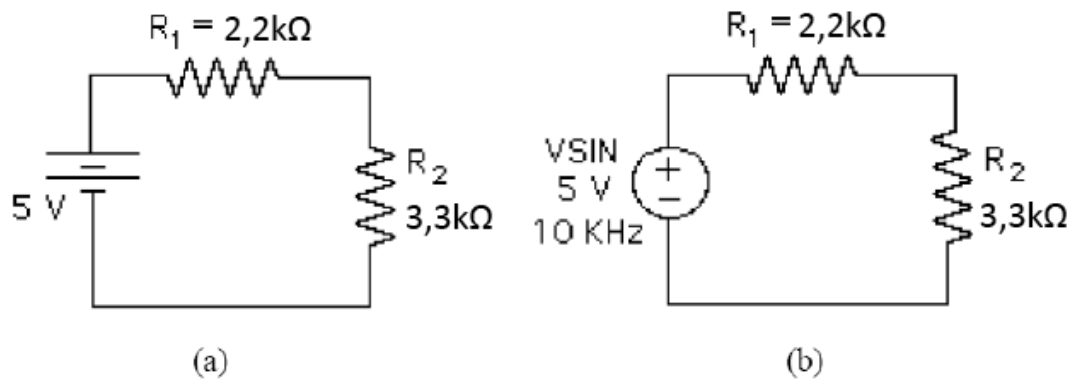

Figura 1.- Circuitos con dos resistencias
- 5.- Sobre una **hoja nueva**, identifique las **herramientas para seleccionar componentes** (menú de dispositivos) y coloque en la hoja una fuente DC y dos resistencias, utilizando los botones correspondientes. **Rote los componentes** con “Ctrl-R” para ubicarlos en la posición deseada, según se muestra en la figura 1.
- 6.- Utilizando el **lápiz para dibujar cables**, complete el primer circuito con una fuente DC y dos resistencias de la figura 1(a) (**borrar todo lo demás**).
- 8.- Seleccione cada uno de los componentes para observar la **ventana asociada**, donde se pueden cambiar los parámetros del componente. Colóquele a cada componente los valores correspondientes para obtener el circuito de la Figura 1(a).
- 16.- Una vez realizado todo el proceso para el análisis **TRANSIENT** con una fuente DC, repítalo con una fuente alterna, para lo cual tiene que modificar el circuito (identificándolo con otro nombre), colocando una **fuentes VSIN**, a la que se le va a dar una amplitud de 5 V y una frecuencia de 10kHz, como se puede observar en la Figura 1(b). Los parámetros del análisis **TRANSIENT** deben modificarse en la **caja de diálogo** para poder observar cuatro ciclos del voltaje sobre la
- 17.- Sobre el diagrama circuital de un circuito pueden observarse los valores de las corrientes y voltajes DC en los distintos componentes. Para ello, en la ventana de selección de los tipos de análisis que se pueden realizar, escoja BIAS POINT DETAIL, presione el ícono para correr la simulación y finalmente presione la opción de presentación de los voltajes (ENABLE BIAS VOLTAJE DISPLAY, V) o de las corrientes (ENABLE BIAS CURRENT DISPLAY, I). Aplique BIAS POINT DETAIL para voltajes y corrientes al circuito de la Figura 1(a).